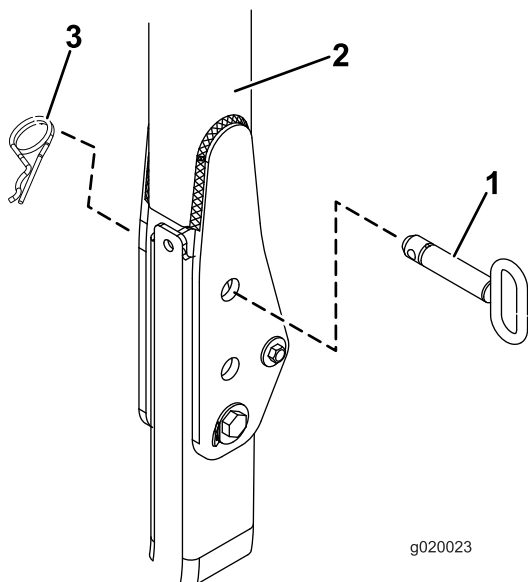

図 29
2. リールマスター 3555 および 3575 のトラクションユニットの場合は、ステップ 10 へ飛んでください。それ以外のモデルでは、ROPSを立てた状態で、ヘアピンコッターと2本のピンを抜き取る 図 29。